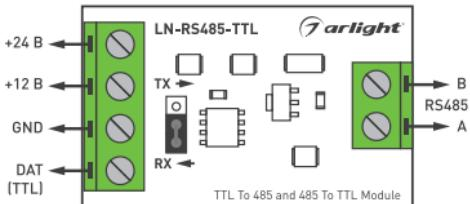

Рис.1. Назначение клемм.
- 3.2. Ознакомьтесь с назначением и расположением клемм и перемычки [Рис.1], при помощи которой выбирается направление передачи сигнала и режим работы — RX (прием) или TX (передача). Установите перемычку в соответствии с требуемым режимом работы.